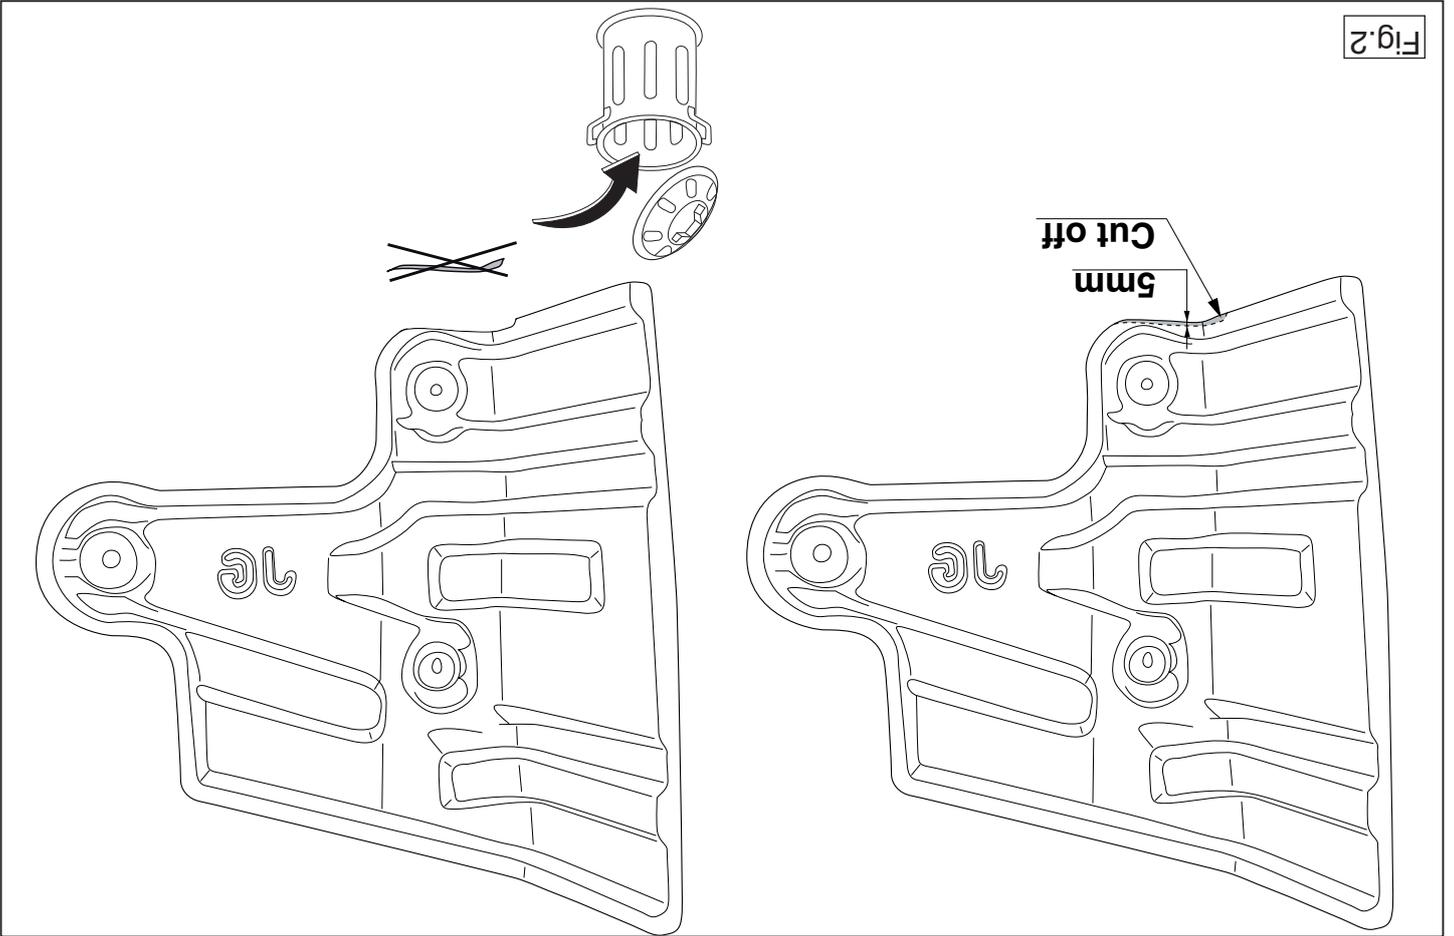

Fig. 2
3. Saw a portion out of the heat shield as shown in figure 2.
3. Gemäß der Abbildung 2 ein Stück aus dem Hitzeschild sägen.